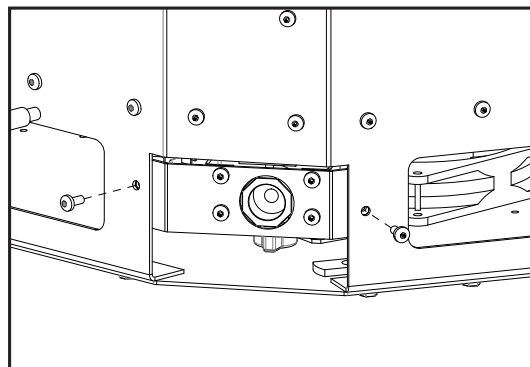
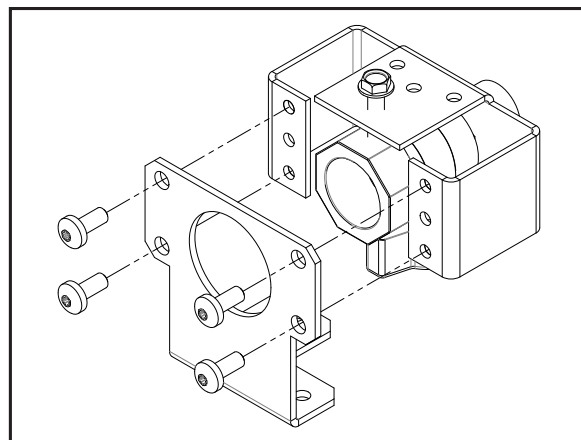

Figure 80: Déconnexion de la plaque à gaz
Figure 82: Connexion de l'adaptateur de gaz
1. Déconnectez les deux (2) vis T20 fixant la plaque du clapet à bille (voir la Figure 80).
2. Débranchez les quatre (4) vis T20 fixant le robinet à tournant sphérique.
3. Desserrez la vis de blocage du clapet à bille et rattachez le berceau du clapet à bille sur la plaque de relocalisation (incluse dans le sac du manuel, se référer à la Figure 82 la géométrie et l'orientation correctes). Resserrez la vis de blocage et assurez-vous que la vanne à bille est sécurisée.